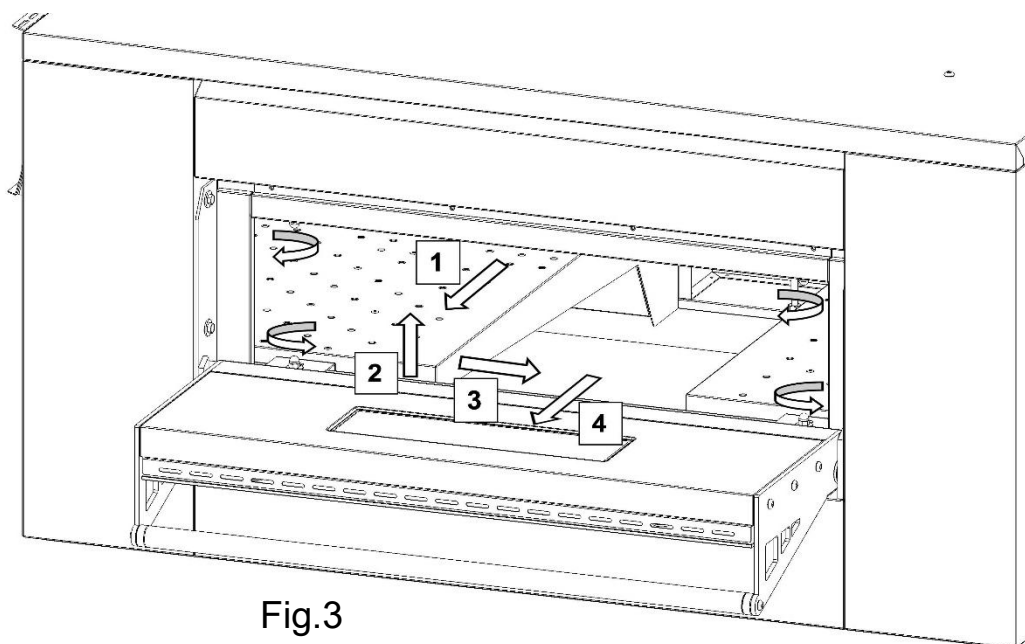

Fig.3
8. Ouvrir la porte latérale et dévisser les écrous de montage avec une clé de 10. Utilisant des gants robustes pour éviter de se griffer avec d'éventuels angles aigus, extraire les diffuseurs (voir Fig.3 paragraphe 9.3.1).
7. Ouvrir la porte latérale et dévisser les écrous de fixation des diffuseurs avec une clé plate 10 mm (Fig. 3). Pour le modèle DPZ3030EN retirer la porte latérale et dévisser les écrous de fixation des diffuseurs avec une clé plate 10 mm.
. en utilisant une paire de gants résistants pour éviter de se griffer avec les bords, extraire les diffuseurs comme indiqué à la Fig. 3 en suivant la séquence 1-2-3-4.